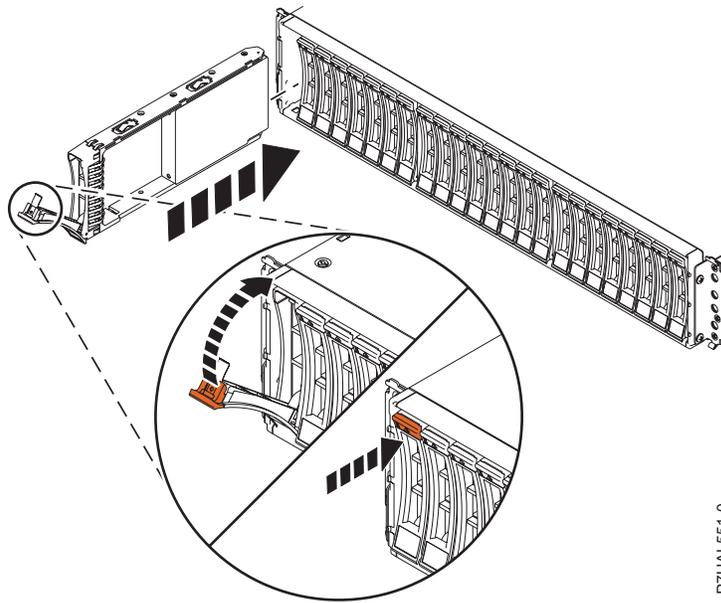

Abbildung 34. Plattenlaufwerk im Plattenlaufwerkgehäuse installieren
2. Halten Sie die Unterseite des Plattenlaufwerks fest und richten Sie sie an den Führungsschienen im Plattenlaufwerkgehäuse aus. Dabei muss der Griff entriegelt sein. Ein entsprechendes Beispiel finden Sie unter Abb. 34 auf Seite 34.